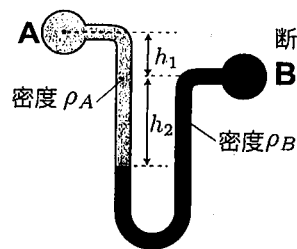
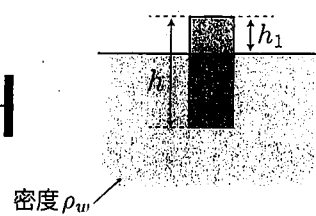

図1-1
図1-3
1 図1-1～図1-3についての以下の設問に答えよ。重力加速度を  $g$  とする (30点)。
(1) 図1-1: それぞれ密度  $\rho_A, \rho_B$  の流体が入った容器 A, B 内の圧力の差  $p_A - p_B$  を,  $h_1, h_2, g, \rho_A, \rho_B$  を用いて表せ (10点)。
(3) 図1-3: 密度が  $\rho_w$  の液体に長辺  $h$  の中実の直方体を浮かべたところ、直方体は水面に対して垂直に  $h_1$  だけ突き出て図のように静止した。直方体の密度  $\rho$  を  $h, h_1, \rho_w, g$  を用いて表せ (10点)。